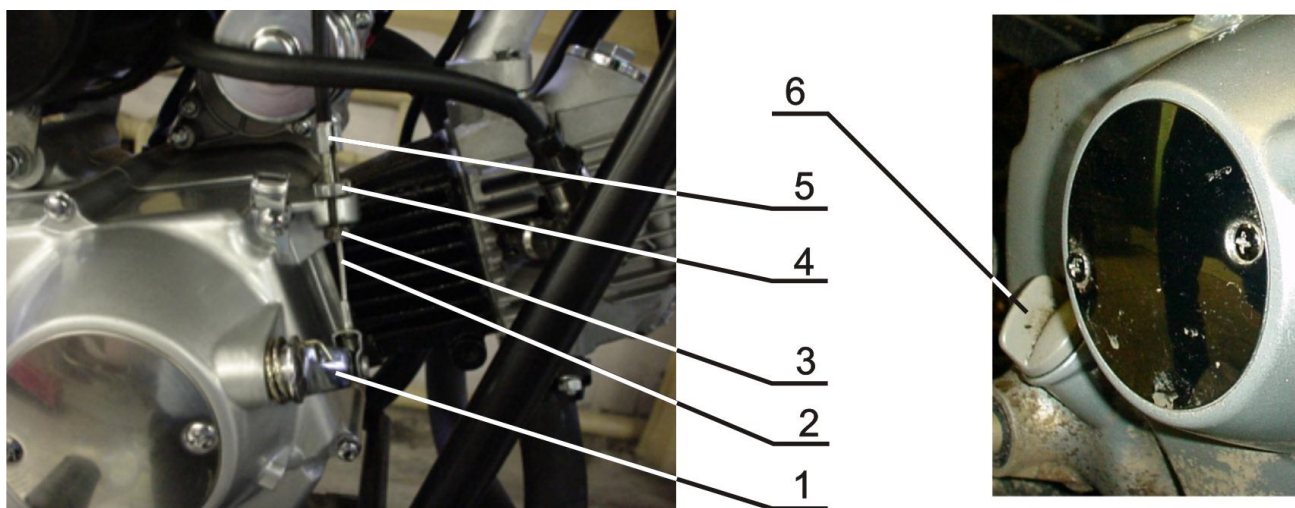

Рис. 4. Механизм привода выключения сцепления
Рычаг управления сцеплением 17 расположен на левой стороне руля и соединен гибким тросом (поз.2 рис.4) с рычагом механизма выжима сцепления (поз.1 рис.4), расположенным с левой стороны двигателя. При нажатии на рычаг управления сцеплением происходит временное отсоединение силовой передачи от двигателя.
2. Выньте из двигателя щуп уровня масла поз. 6 (рис. 4) и протрите его стержень. Не вкручивая, опустите щуп в масло, выньте его и убедитесь, что граница масляной пленки находится между верхней и нижней отметками на стержне. В случае необходимости долейте масло до верхней отметки.
Привод выключения сцепления регулируется винтом регулировочным 5 и гайкой специальной 4 (рис. 4). Придерживая гайку специальную 4 (рис.4), винтом регулировочным 5 отрегулируйте свободный ход на конце рычага управления сцеплением поз. 17 (рис. 1). Свободный ход на конце рычага должен быть равным 10...20 мм. После регулировки контргайку 3 (рис.4) заверните до упора.